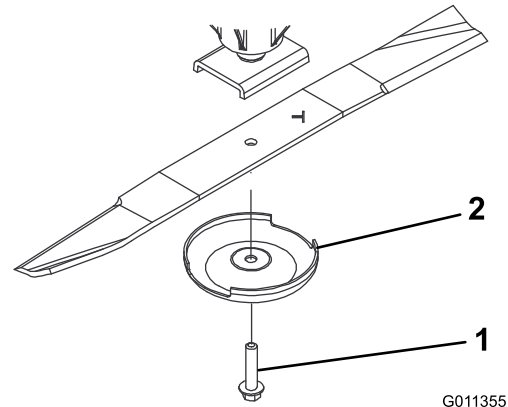

Figure 102
3. Enlevez le boulon, la coupelle de protection et la lame de l'axe de pivot (Figure 102).